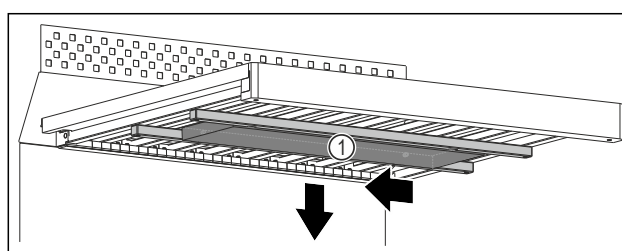

Fig. 98
- Nádržku na vodu Fig. 98 (1) posuňte doleva.
- Nádržku na vodu Fig. 98 (1) sejměte dolů.